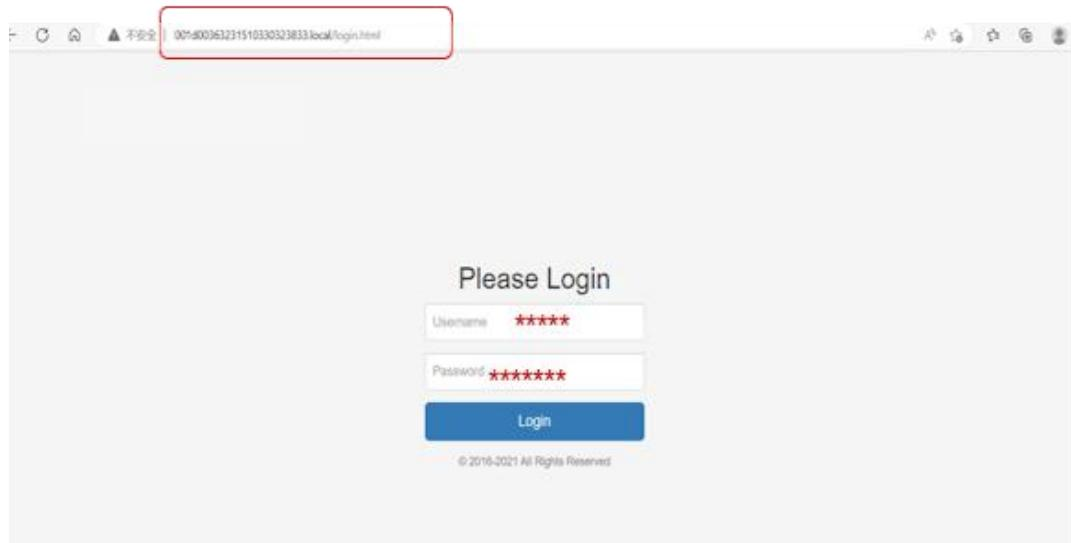

Рисунок 18.
**Шаг 3.** Откройте браузер на компьютере и введите в адресной строке **SN.local**, где SN – это серийный номер автозарядной станции, см. Рисунок 18.
**Шаг 4.** На странице входа в систему введите имя пользователя и пароль, затем нажмите **Login**, см. Рисунок 18. Имя пользователя: **root** Пароль: **root@123456**.